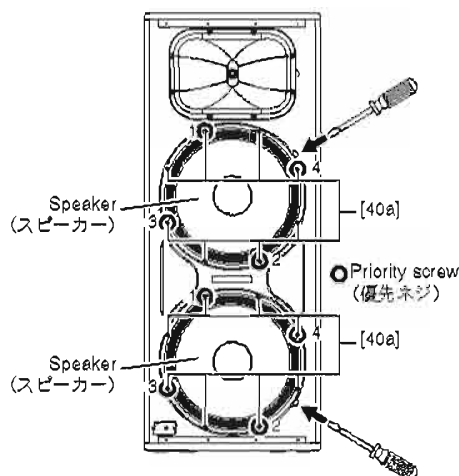

Fig. 2 (図 2)
2-2. Remove the eight (8) screws marked [40a]. (Fig. 2, 3)
2-3. Insert the flat blade screwdriver or the like into the cavity of the cabinet, and push the upper speaker up to remove it. (Fig. 2, 3)
* When installing the speaker, first tighten the four (4) priority screws in order as shown in Fig. 2.
2-2. [40a] のネジ 8 本を外します。(図 2、3)
2-3. キャビネットの切り欠きにマイナスドライバーなどを差し込んで、上側のスピーカーを浮かせて外します。(図 2、3)
※ スピーカーを取り付けるときは、優先ネジ 4 本を図に示す順番で先に締めてください。(図 2)